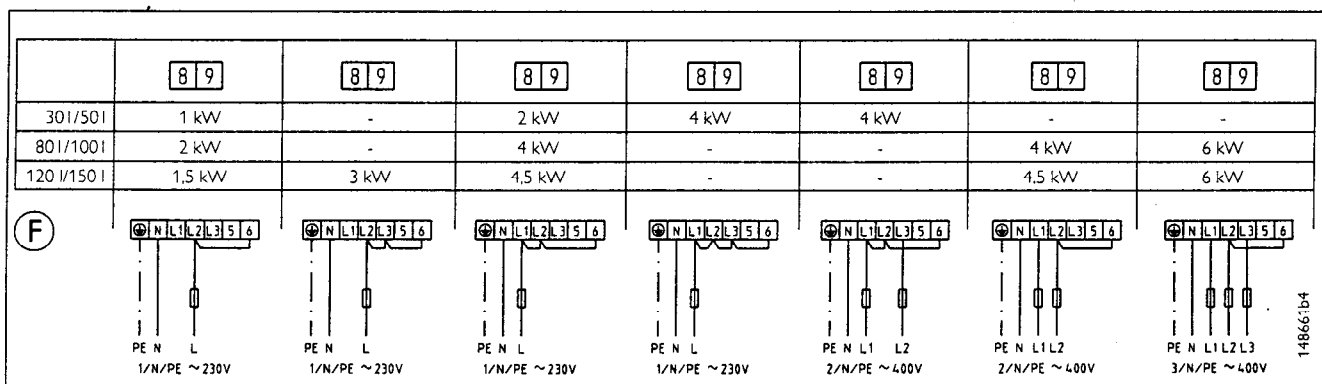

Abb. 19/ Fig. 19/ Afb. 19
© Einkreis-Anschluß, Abb. 19
- © Single circuit connection, Fig. 19
- © Raccordement simple puissance, fig. 19
- © Eenspan-aansluiting, afb. 19